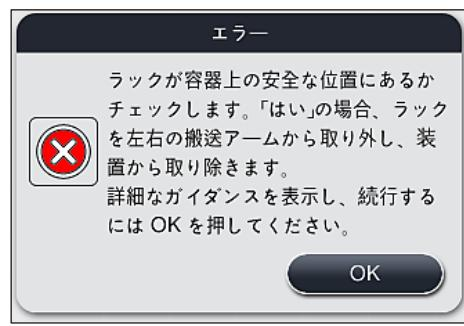
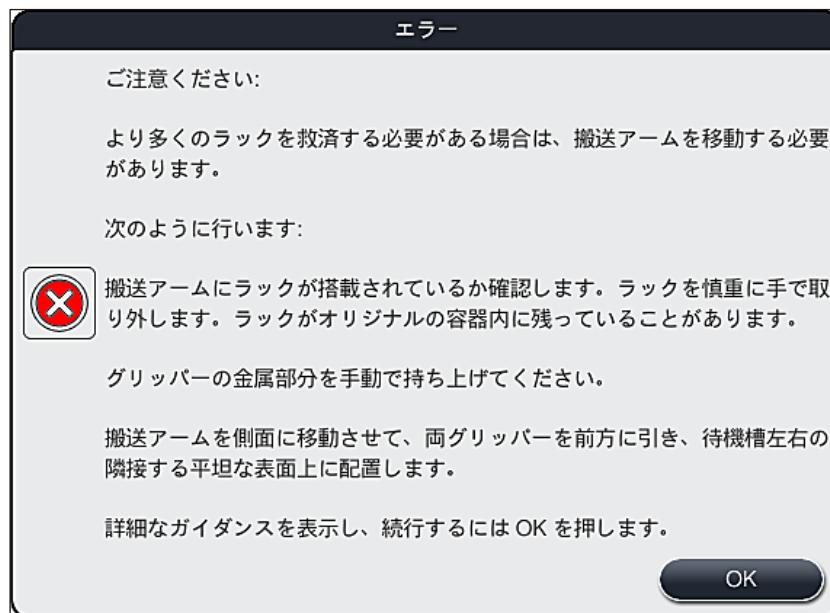

図 108
図 109
- 続いて、この情報メッセージ（→「図 108」）が表示され、装置の 1 つまたは 2 つのラックが 2 つの試薬容器の間の安全な位置（→「図 104」）に置かれているかどうかをチェックするように促します。
- 「OK」ボタン（→「図 108」）を押すと、さらに情報メッセージ（→「図 109」）が表示され、該当するラックを取り出すための正しい手順に関する指示が出ます。